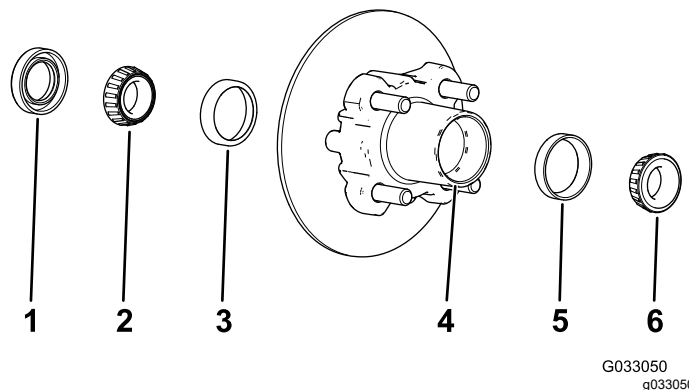

Рисунок 33
1. Снимите наружный подшипник и кольцо подшипника со ступицы (**Рисунок 33**).
2. Снимите уплотнение и внутренний подшипник со ступицы (**Рисунок 33**).
- Очистите полость ступицы от всей консистентной смазки, грязи и мусора (Рисунок 33).
- Заполните полость ступицы на 50–80% консистентной смазкой указанного типа (Рисунок 33).
- Установите внутренний подшипник на кольцо с внутренней стороны ступицы и установите уплотнение (Рисунок 33).